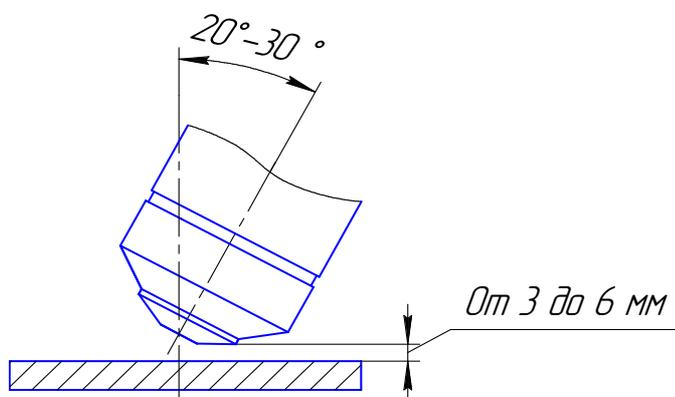

Рисунок 8
2.3.3 Установить резак под необходимым углом к линии реза, а также выставить зазор между трубой и соплом от 3 до 6 мм (рисунок 8).